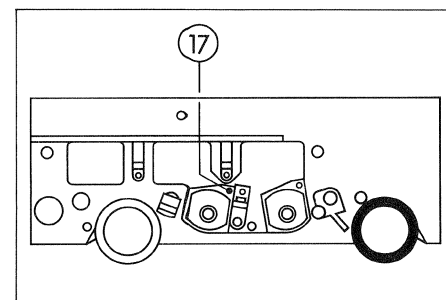

Fig. 5.16
5. Die beiden Ausgangspegel des Gerätes auf identische Amplitude vorabgleichen (Regler TREBLE/FAST (9) / (29) an den Einschüben RECORD AMP) $\leq 0,5$ dB.
6. Aufnahmekopf mit Spaltjustierschraube (17) Fig. 5.16 auf Pegelmaximum am Ausgang einstellen.